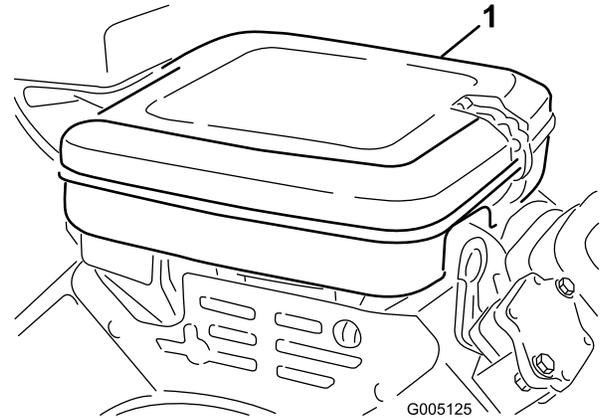

図 41
1. ロック用クリップを取り、エアクリーナカバー (図 41) を外す。カバーを丁寧に清掃する。